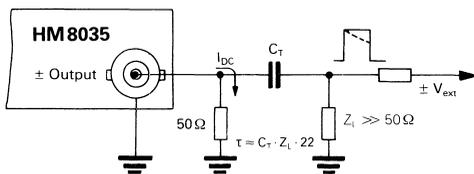

Figura 1: Adaptación en el caso de tensiones continuas externas
Si hay una tensión continua sobrepuesta en la resistencia de carga, es necesario intercalar un condensador separador con suficiente aislamiento dieléctrico, entre la salida del generador y la carga. Hay que observar que la constante de tiempo CTXZL sea suficientemente grande para prevenir deformaciones en las pendientes de la señal. Deberá conectarse directamente a la salida del generador ⑪ ó ⑭ una resistencia de paso de 50Ω (p.ej. HZ 22) para asegurar una retroalimentación de la corriente continua del generador HM8035 (véase la figura 1).